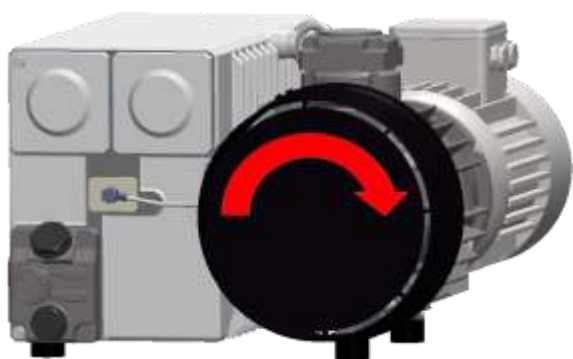

Figure 10: Sens de rotation direction moteur de pompe à vide
- Vérifier le sens de rotation de la pompe (Figure 10). L'utilisation de la machine avec un sens de rotation incorrecte peut endommager la pompe et causer un mauvais niveau de vide. Après avoir connecté la machine à une autre alimentation triphasée, le sens de rotation doit être vérifié à nouveau. Si la direction est incorrecte, 2 phases doivent être échangés dans la fiche. Seul un électricien a le droit de travailler sur le système électrique